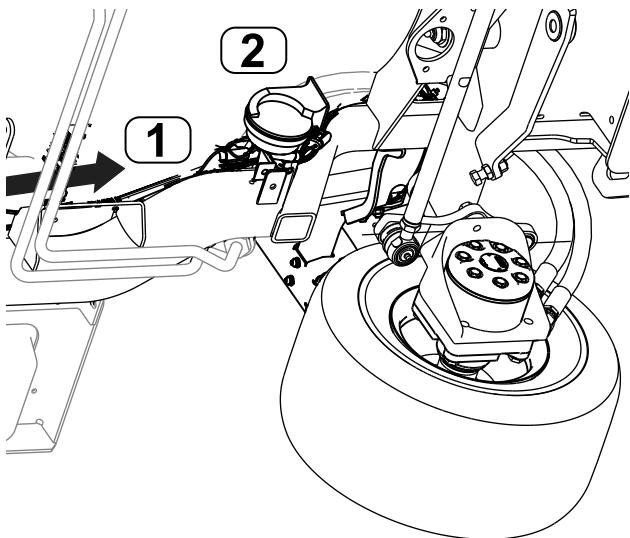

Figura 42
4. Ligue os conectores de cablagem de controlo rotulados HORN (J01, J02) à buzina (Figura 42).